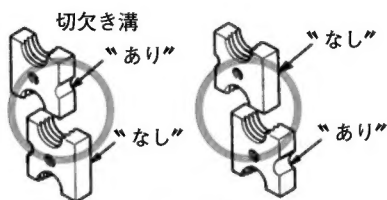
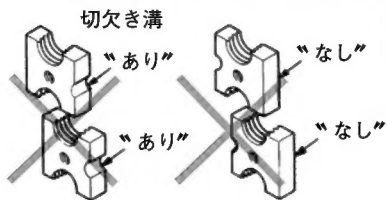

図 21
図 22
- ② 刃部の位置を替える際は、カッタ同士の位置関係がありますので、本体の正面から見て、図21のようにカッタ側面の切欠き溝を「あり」と「なし」の関係にします。
- ③ カッタの刃部に欠けや変形が生じ、カッタの取付面にふくらみがある場合は、ヤスリなどで平らにします。
- ④ ブラケットのカッタ取付溝内に付着している切粉をブラシなどで取り除きます。
**注** ・図22のようにカッタの切欠き溝の「あり」と「あり」、または「なし」と「なし」の組み合わせにしますと、全ねじのねじ山(ピッチ)とカッタのピッチが一致しないため、カッタの刃部が破損したり、本体の早期故障につながります。